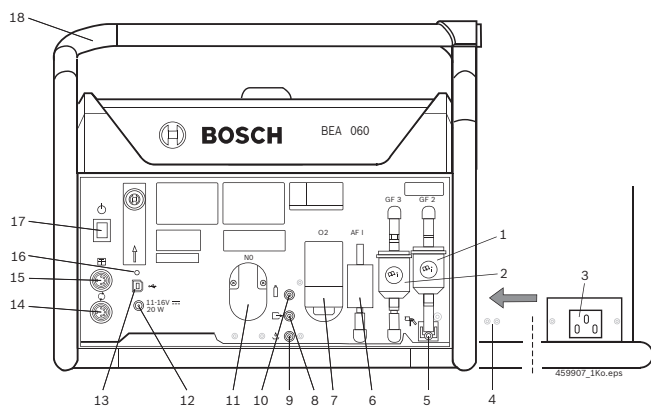

Fig. 1: BEA 060
- i** BEA 060 può essere alimentato anche attraverso la batteria del veicolo con il cavo di collegamento per la presa dell'accendisigari (Accessori speciali) (per il collegamento consultare la Fig.1, Pos. 12).
1. Inserire il cavo di allacciamento alla rete al BEA 060 e fissarlo ai fori con la fascetta serracavo per l'allentamento della trazione del cavo di allacciamento alla rete. (fig. 1, pos. 4).
- ➔ Il LED (fig. 1, Pos. 16) lampeggia alternativamente in arancione e verde.
➔ LED (fig. 1, pos. 16) si spegne, BEA 060 è disattivato.